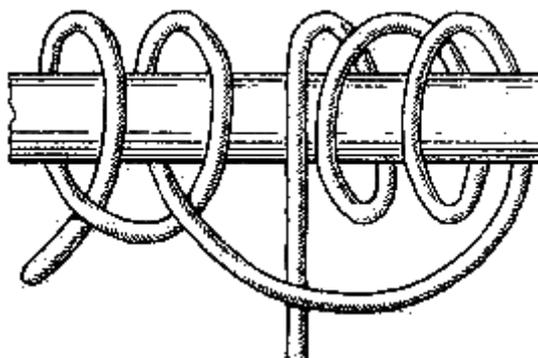

**Рис. 57. Фаловый узел**
**Фаловый узел** (рис. 57). На парусном корабле прямые паруса, которые ставились между марса-реем и нижним реем, назывались марселями. Смотря по тому, к какой мачте принадлежал парус, он назывался “грот-марсель” на грот-мачте или “фор-марсель” на фок-мачте. Снасти, которой поднимали реи этих парусов, назывались грот-марса-фал и фор-марса-фал. К рею эти снасти прикреплялись фаловым узлом. Как и лисельный, фаловый узел считается надежным морским узлом. Он может сослужить неплохую службу и в нашем быту.